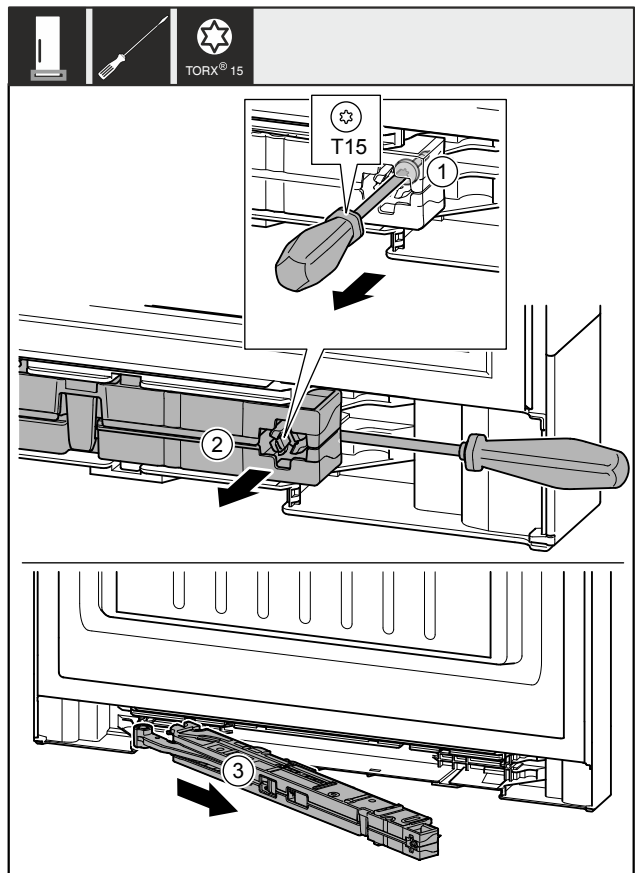

Fig. 11
- Desserrer la vis Fig. 11 (1) de l'unité d'amortissement de fermeture avec un tournevis d'env. 14 mm.
- Décrocher l'unité d'amortissement de fermeture Fig. 11 (2) côté poignée vers l'avant avec un tournevis.
- Retirer l'unité d'amortissement de fermeture Fig. 11 (3).